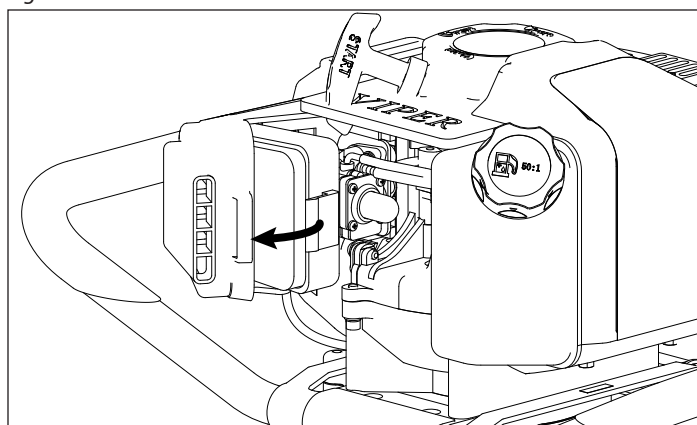

Figure 4
3. Une fois que les pattes sont dégagées, retirer le couvercle de filtre à air en le pivotant pour l'écarter du moteur. **VOIR FIGURE 4.**